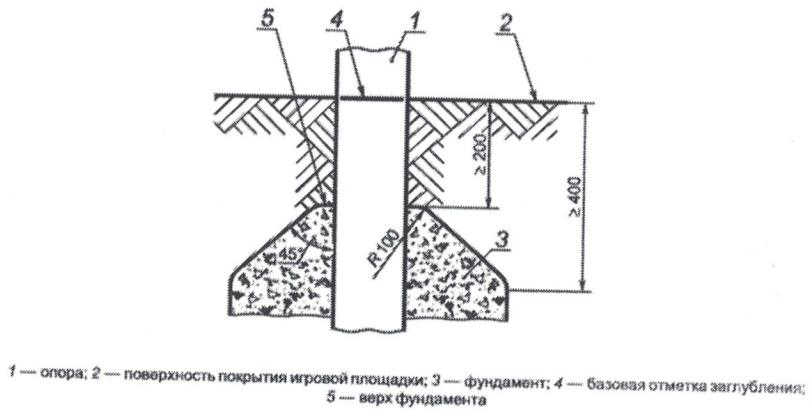

Рис. 2
- глубина от поверхности покрытия игровой площадки до верха фундамента конической формы должна быть не менее 200 мм (рис. 2);